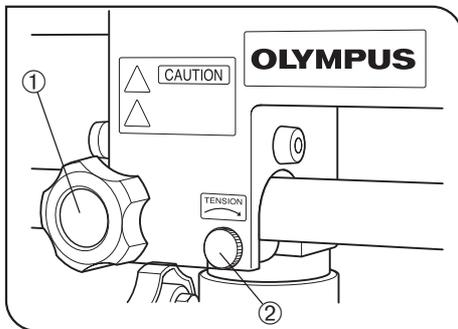

Abb. 16
1. Um den horizontalen Arm in horizontaler Richtung zu bewegen, die horizontale Feststellschraube ① lösen.
Die Gängigkeit der horizontalen Bewegung kann mit der Einstellschraube für die Gängigkeit der horizontalen Bewegung ② reguliert werden. Durch Drehen der Einstellschraube in Pfeilrichtung wird die Gängigkeit erschwert, durch Drehen in Gegenrichtung erleichtert. (Abb.16)